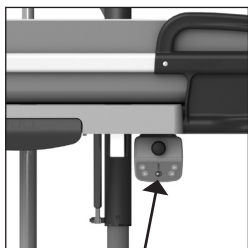

Figura 14 Pulsante di abbassamento di emergenza.
Se il comando manuale smette di funzionare e il carrello si trova in posizione sollevata, è possibile abbassarlo utilizzando il pulsante di abbassamento di emergenza. Questo pulsante si trova sulla scatola di comando *(Vedere figura 14)*.
- Premere il pulsante di abbassamento di emergenza *(Vedere figura 14)*.